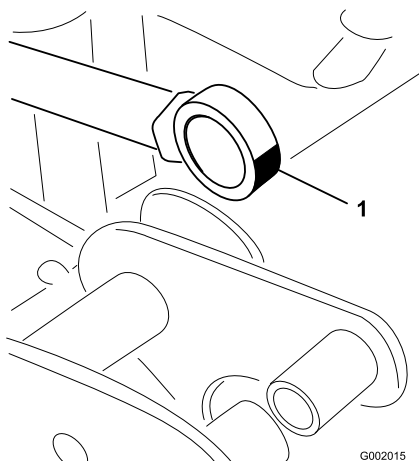

Figura 37
5. Manipolare il lato cuscinetto dell'asta dell'attuatore ed inserire il grasso nel cuscinetto (Figura 37). Tergere il grasso superfluo.